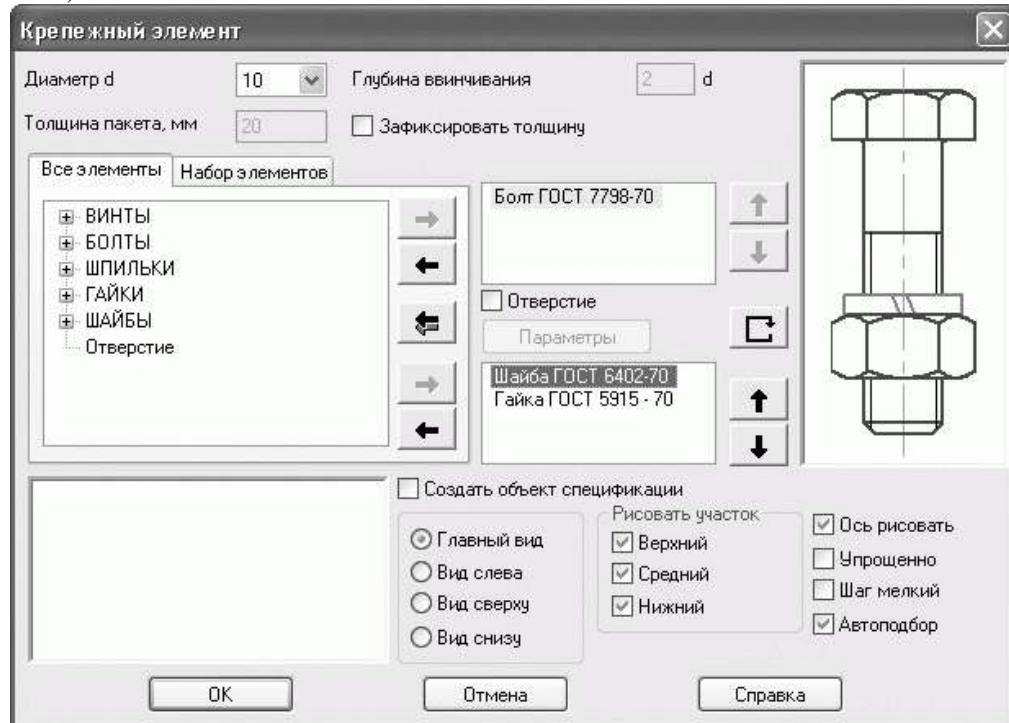

Рис. 2.119. Диалоговое окно Крепежный элемент
Для предотвращения отвинчивания болтов, соединяющих корпус с крышкой, при ударных или вибрационных нагрузках на редуктор под гайку перед закручиванием устанавливается упругая шайба. Изображения стандартных шайб, как и болтов и гаек, можно вставить из конструкторской библиотеки системы КОМПАС-График. Однако не спешите помещать в чертеж по отдельности все элементы, формирующие болтовое соединение (крепежный элемент). В той же конструкторской библиотеке есть специальная команда (не входящая ни в одну из групп) – Крепежный элемент. После ее выбора появится диалоговое окно, позволяющее настроить внешний вид и характеристики создаваемого крепежного элемента (рис. 2.119). На вкладке Все элементы вы можете выбирать любые стандартные элементы крепежа, после чего при помощи кнопки Добавить → (или простым перетаскиванием) добавлять их в состав своего крепежного элемента. Задайте такие настройки крепежного элемента: болт по ГОСТ 7798–70, шайба по ГОСТ 6402–70 и гайка по ГОСТ 5915–70. Обратите внимание, что шайба и гайка размещены в нижнем списке, что указывает системе на необходимость размещения этих элементов внизу болта, а не у его головки. Установите переключатель в положение Главный вид, а в области Рисовать участок снимите флагок Средний. Если этот флагок установлен, значит, в изображении крепежного элемента болт будет отрисован от основания головки до шайбы. Поскольку на главном виде все крепежные элементы будут изображены без разреза, то нам эта часть изображения не нужна (ее все равно пришлось бы удалять вручную). Сняв данный флагок, вы автоматически избавитесь от части изображения болта, невидимой за фланцами крышки и корпуса.
3. Выберите в конструкторской библиотеке объект Крепежный элемент. Появится диалоговое окно (см. рис. 2.119).